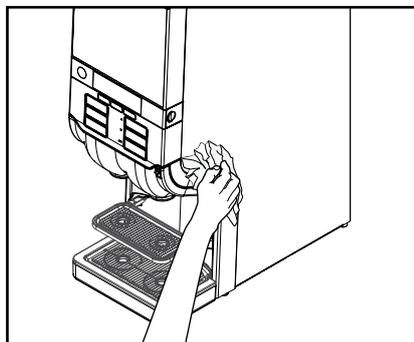

Fig. 33
6. Essuyez les surfaces extérieures du distributeur avec un chiffon humide et propre (fig. 33).